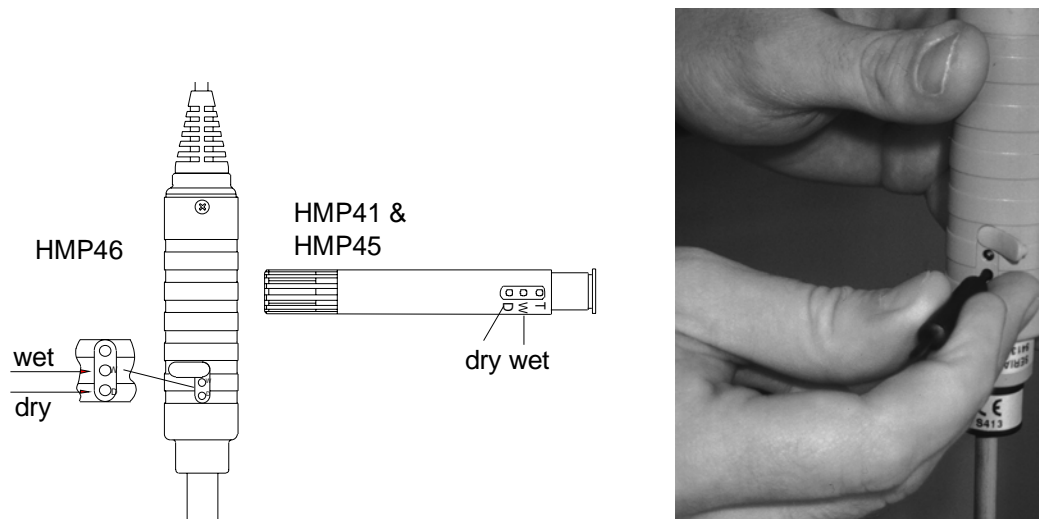

Рисунок 5.1.1 Расположение подстроечных резисторов
Регулировку датчиков влажности рекомендуется осуществлять посредством настройки подстроечных резисторов. Эти резисторы расположены под защитной крышкой. Настройка резистора с маркировкой Т (температура) производится только в заводских условиях; НЕ СЛЕДУЕТ вносить никаких корректировок. Для обеспечения того, чтобы данный потенциометр не был случайно затронут при настройке двух других, отогните пластиковую крышку в сторону, не снимая ее полностью (см. Рис. 5.1.1).
- Выдержите время до стабилизации показаний влажности (около 30 минут). Проверьте температуру и выясните ближайшее значение влажности по калибровочной таблице. При помощи потенциометра D (сухой), расположенного в корпусе датчика, отрегулируйте показания сухого предела, приведя их в соответствие со значением, приведенным в калибровочной таблице. Используйте подходящий по размеру калибровочный ключ (см. Рис. 5.1.1).